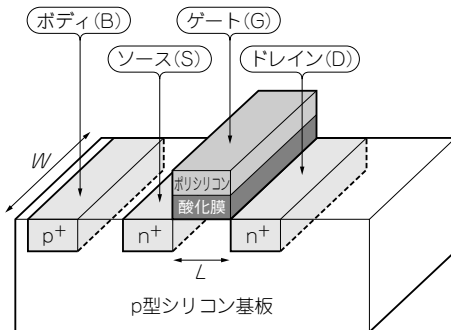

図1-4 NMOSトランジスタの模式図
図1-4にNMOSトランジスタの模式図を示します。 W および L はトランジスタのサイズを表します。 W と L はCMOS ICの回路設計を行う上で非常に重要なパラメータで、後ほど詳しく取り扱います。 図面では大きくなりますが、実際のゲート・サイズ L はたとえば数 μm 以下、最新のCMOSプロセスでは $0.1\mu\text{m}$ (100 nm)以下の大きさです。
図1-4のMOSトランジスタの構造を見るとソースとドレインはまったく同じ形状なので、どちらをソース(またはドレイン)として扱っても問題ないように見えますが、NMOSトランジスタでは電位の高いほうをドレイン、電位の低いほうをソースと考えます*1-4。逆にPMOSトランジスタでは電位の高いほうがソース、低いほうがドレインになります。そのためドレイン-ソース間に流れる電流の向きは、
*1-4 ソースとボディは同電位にすることが多いので、図1-4に示すようにボディ端子はソース端子の近くに設けたほうがレイアウト設計が行いやすい。